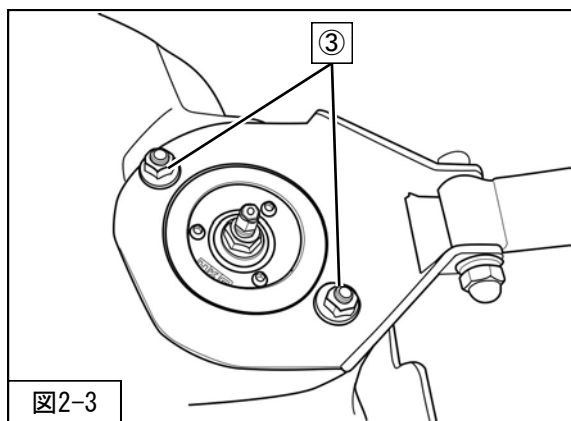

図2-3
2. タワーマーとフロントサスペンションASSY（同梱品）を共締めし、③フロントサスペンションASSYアッパー取付ナット（締付トルク：40～54N・m）を取付けてください。（図2-3）